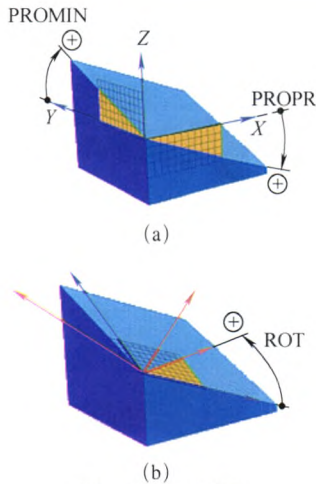

图2 投影PLANE
(2) 用投影角定义加工面: 投影PLANE。用投影角定义一个加工面的方法需要首先输入的两个投影角,这两个投影角是使用当前倾斜加工平面的坐标系与机床固定坐标系在第一坐标平面(ZX平面)和第二坐标平面(YZ)的之间角度来定义,如图2所示。其中在第一坐标平面中的投影角称为基本角,用